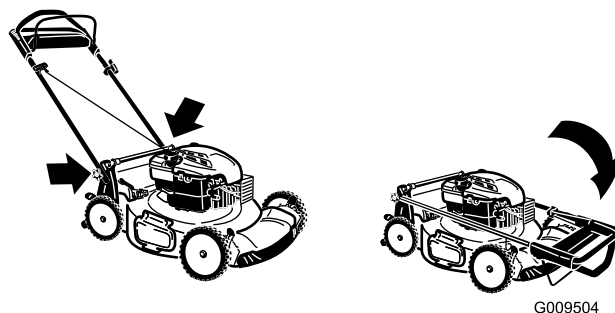

Figura 33
3. Dobre a pega como se ilustra na Figura 33.